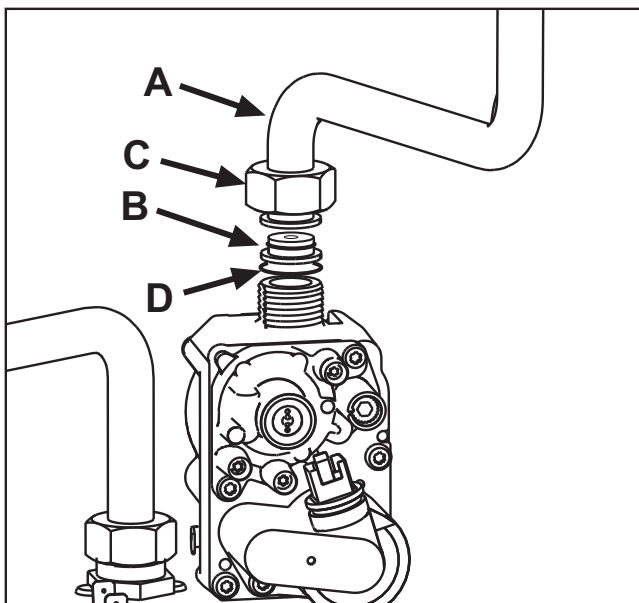

fig. 22
3. Desenrosque la tuerca **C** y desconecte el tubo **A** de la válvula del gas (fig. 22).
4. Reemplace el inyector **B** del tubo del gas por el que se incluye en el kit de transformación, interponiendo la junta **D** (fig. 22).